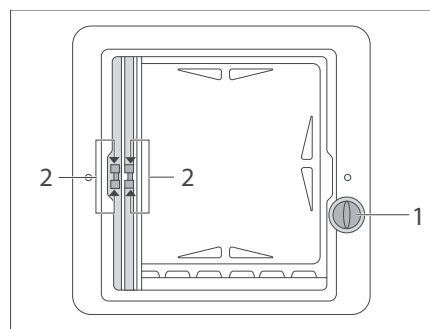

Bild 24 Verdunkelung (Abb. ähnlich)
■ Drehgriff (Bild 24,1) drehen, bis der gewünschte Aufstellwinkel erreicht ist.
Dachhaube schließen: ■ Drehgriff (Bild 24,1) drehen, bis die Dachhaube dicht verschlossen ist.
Fliegenschutz- und Verdunklungsrollo verschieben: ■ Beide Griffe (Bild 24,2) des jeweiligen Rollos zusammendrücken.